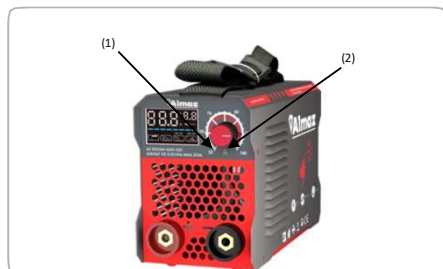

Fig.6
- Butonul de reglare a intensității curentului este folosit pentru ajustarea modului de sudare în special pentru curentul de mică intensitate și pentru dimensionarea arcului electric. Aparatul poate crește valoarea curentului astfel încât acesta să ajungă la parametri necesari sudării. fig 6.